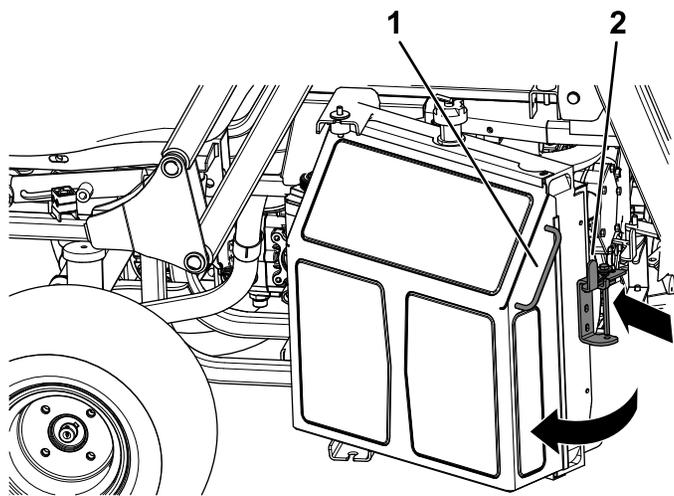

Figura 58
1. Carregue no trinco no radiador para dentro na direção do radiador (Figura 58).
2. Utilizando a pega no lado do radiador, rode o radiador para aceder ao motor (Figura 58).